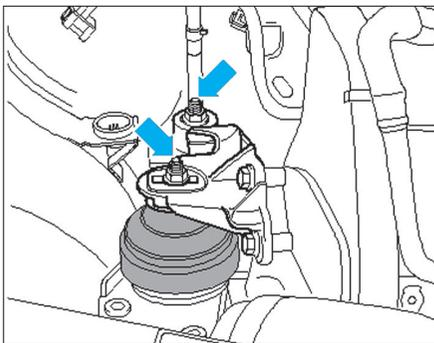

Fig. 9
- Dévisser les écrous du palier de moteur côté droit (flèches) (Fig.9).